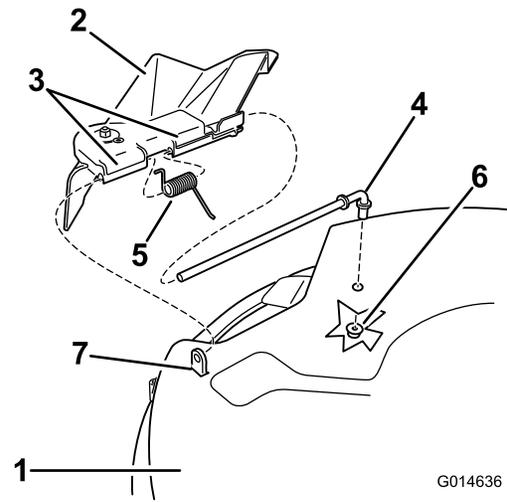

Figura 61
1. Localice los elementos mostrados en la Figura 61.
2. Retire la tuerca (3/8 pulg.) de la varilla (debajo del cortacésped) (Figura 61).
3. Retire la varilla del espaciador corto, del muelle y del deflector de hierba (Figura 61). Retire el deflector de hierba dañado o desgastado.
4. Vuelva a colocar el deflector de hierba (Figura 61).
6. Coloque el muelle sobre la varilla, con los extremos de los alambres hacia abajo, y entre los soportes del deflector de hierba. Deslice la varilla por el segundo soporte del deflector de hierba (Figura 61).
7. Introduzca la varilla, en la parte delantera del deflector de hierba, por el espaciador corto de la carcasa. Fije el extremo trasero de la varilla en el cortacésped con una tuerca (3/8 pulg.) (Figura 61).